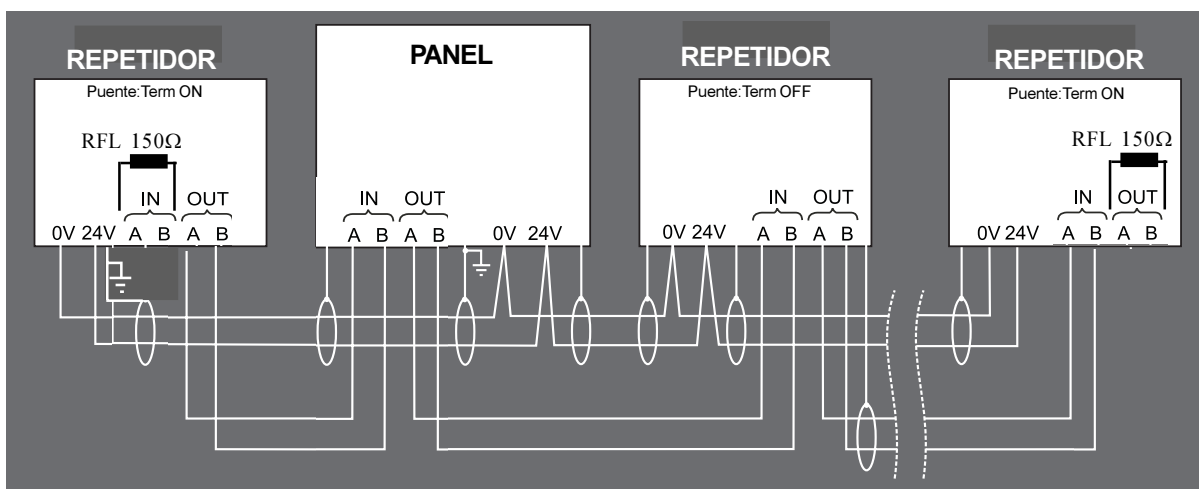

Figura 10 - Conexión típico del Bus de comunicaciones RS-485
- Conecte el cable RS-485 (A y B, OUT de repetidor) al equipo siguiente (A y B IN del siguiente equipo, vease la Figura 10 para más detalles).